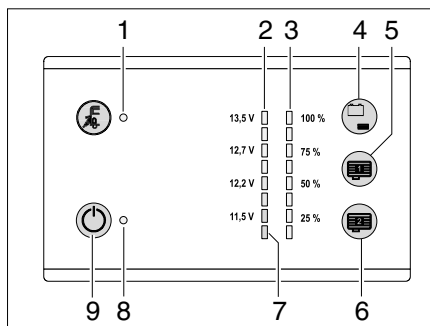

Fig. 90 Panneau de contrôle LT 101 / LT 102
Le niveau de remplissage du réservoir d'eau peut être interrogé avec le champ de détection du capteur (Fig. 90,4).
- Toucher le champ de détection du capteur (Fig. 90,4): le niveau de remplissage du réservoir d'eau est affiché en quatre niveaux avec les DEL (Fig. 90,3) (25 % à 100 %).
Les niveaux de remplissage des réservoirs d'eaux usées intérieurs (équipement spécial) peuvent être interrogés avec les champs de détection de capteurs (Fig. 90,5 et 6).
- Toucher le champ de détection du capteur (Fig. 90,5 ou 6): le niveau de remplissage du réservoir correspondant est affiché en quatre niveaux avec les DEL (Fig. 90,3) (25 % à 100 %).
La DEL d'avertissement rouge (Fig. 90,7) clignote dès que la charge de la batterie de cellule descend en dessous de 11 V (mesurée en marche) et qu'il y a risque de décharge profonde de la batterie.
Avec le champ de détection du capteur (Fig. 90,4), on peut interroger l'état de charge de la batterie de cellule.
- Toucher le champ de détection du capteur (Fig. 90,4): L'état de charge de la batterie de cellule est affiché.
L'interrupteur principal 12 V (Fig. 90,9) établit ou coupe le panneau de contrôle et l'alimentation 12 V de la cellule.
- Toucher le champ de détection du capteur (Fig. 90,9): l'alimentation 12 V de la cellule est enclenchée. Le voyant de contrôle (Fig. 90,8) s'allume en vert.
- Toucher à nouveau le champ de détection du capteur (Fig. 90,9): l'alimentation 12 V de la cellule est coupée. Le voyant de contrôle 12 V (Fig. 90,8) s'éteint.
- ▷ Si la DEL d'avertissement de décharge profonde (Fig. 90,9) clignote, l'alimentation ne peut pas être enclenchée, la tension de batterie étant trop faible.